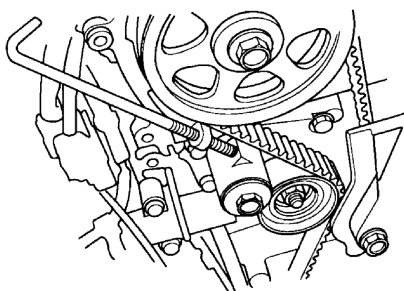

图 2-20 固定正时带调节器
12) 按图 2-20 所示, 将蓄电池夹紧螺栓拧进, 将正时带调节器固定在当前位置上, 用手拧即可, 请勿使用扳手。